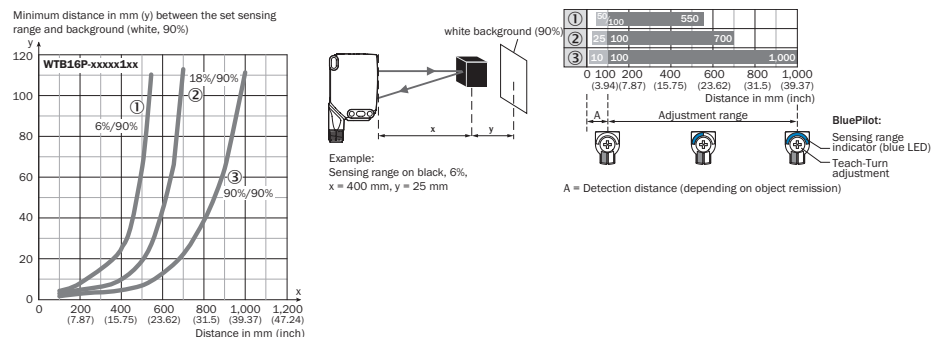

Figura 55: Curva característica 1, WTB16P Bluetooth-xxxx1xx, luz roja
Comprobar las condiciones de aplicación: comparar la distancia de conmutación y la distancia respecto al objeto o al fondo, así como la capacidad de reflectancia del objeto, con el diagrama correspondiente [véanse la imágenes 5 y 7] (x = distancia de conmutación, y = distancia mínima entre la distancia de conmutación ajustada y el fondo [blanco, 90%]), reflectancia: 6% = negro ①, 18% = gris ②, 90% = blanco ③ (referido al blanco estándar según DIN 5033). Recomendamos realizar los ajustes con un objeto de reflectancia baja. La distancia mínima (= y) para la supresión del fondo puede calcularse a partir del diagrama [ figura 55 ①] del modo siguiente: